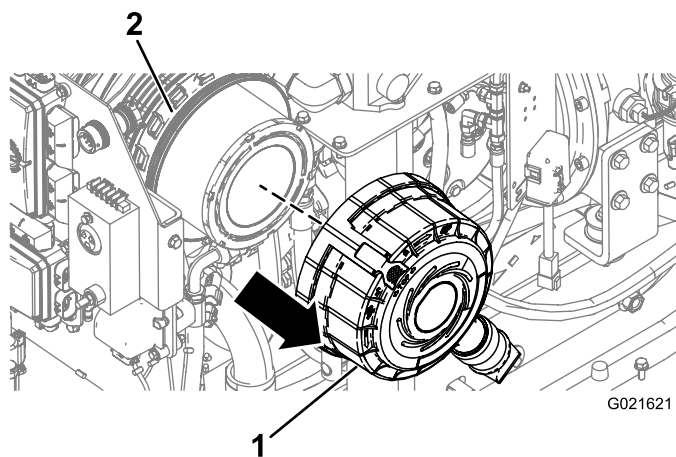

Figura 118
7. Puxe e retire a tampa do corpo do filtro de ar (Figura 118).
3. Alinhe a tampa do filtro do purificador de ar com o corpo (Figura 118).